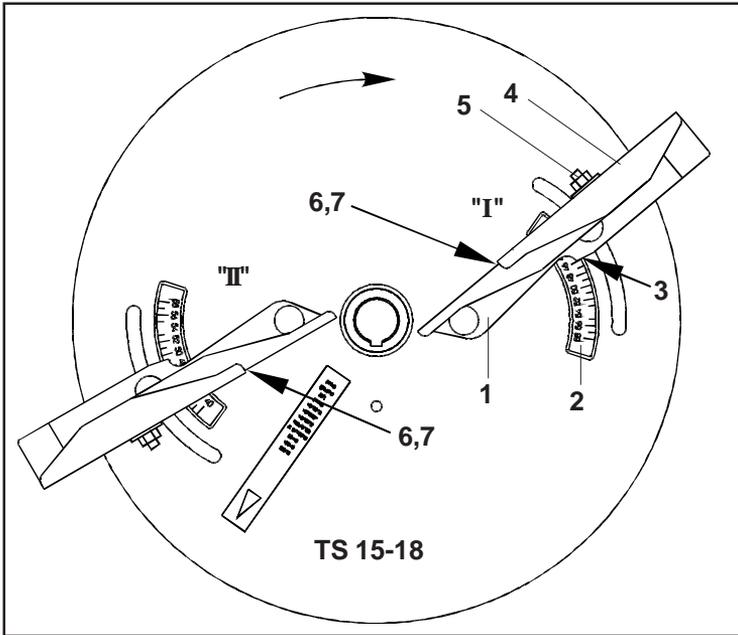

Рис. 7.22
- Грань считывания (Рис. 7.22/7) лопасти „I“ установите на буквенное значение „**B**“ и закрепите внешнюю часть лопасти. Лопасть „I“ переместите на цифровое значение „**51**“ и закрепите.
- Грань считывания (Рис. 7.22/7) лопасти „II“ установите на буквенное значение „**E**“ и закрепите внешнюю часть лопасти. Лопасть „II“ переместите на цифровое значение „**42**“ и закрепите.